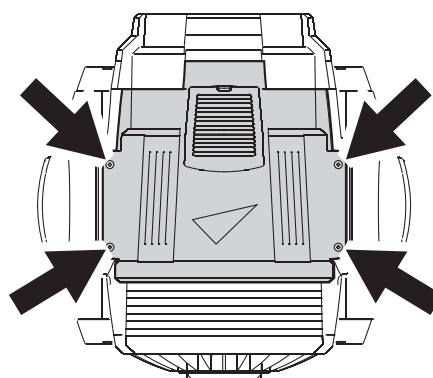

Figura 10: Tornillos de fijación de la cubierta superior
2. Girar 1/4 de vuelta los 4 tornillos de fijación de la cubierta superior (ver Figura 10) y soltar la cubierta. Las cubiertas del MAC TW1 quedan perfectamente ajustadas, por lo que será necesario realizar una ligera presión para extraer la cubierta superior.